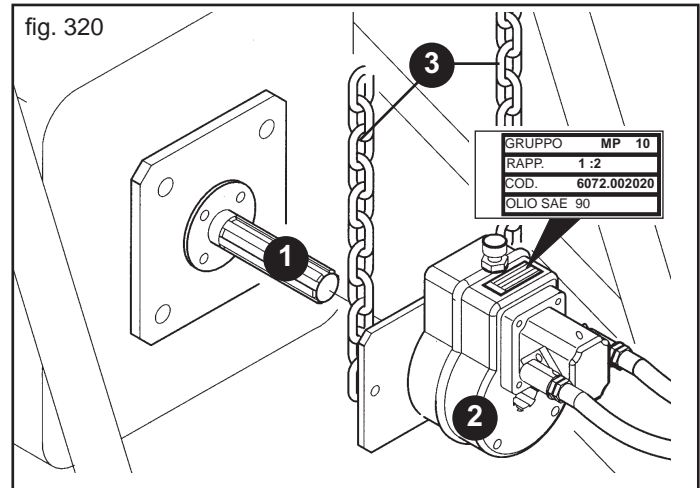

fig. 320
A motore spento e trattore bloccato, collegare correttamente tutti gli innesti rapidi. Pulire ed ingrassare la presa di forza del trattore (1, Fig. 320). Innestare il moltiplicatore (2) nella presa di forza dell'attrezzatura come in Figura 320. Verificare il corretto accoppiamento, bloccare la rotazione del moltiplicatore con le catene in dotazione (3) agganciandole ad una parte fissa del trattore.